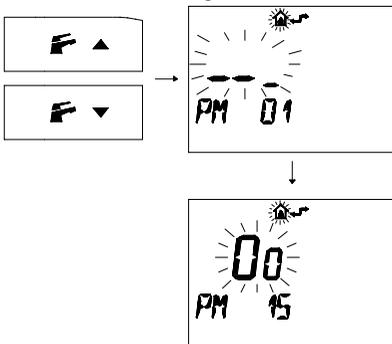

fig. 5.18
- 3 Premere i pulsanti  $\text{F} \blacktriangle$  o  $\text{F} \blacktriangledown$  per visualizzare la programmazione "PM 15" abilitazione della sonda esterna fig. 5.18